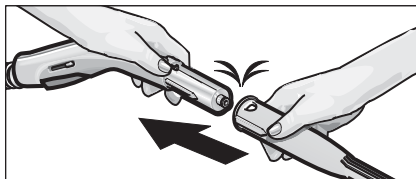

Fig. 1: Empalme de un accesorio a la pistola aplicadora de vapor
- Acople el accesorio que se vaya a utilizar (C1,D1) a la pistola aplicadora de vapor (B1). Para ello, empalme el extremo tubular del accesorio a la pistola aplicadora de vapor (B1). Empuje el accesorio sobre la pistola hasta que la tecla de desbloqueo (B3) de ésta quede enclavada (véase la fig. 1).